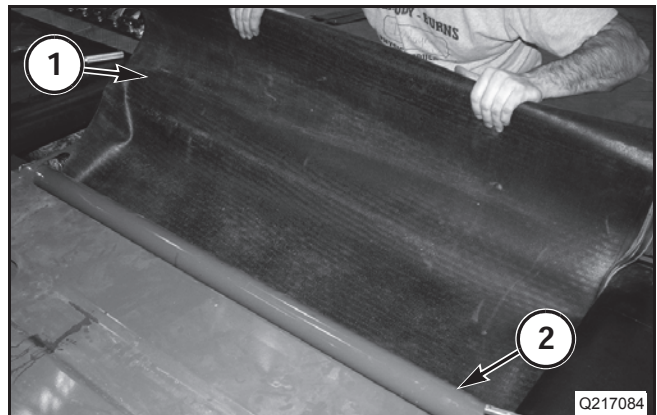

FIG. 26
FIG. 26: Mientras la persona que lo ayuda empieza a tirar el cable conectado hacia la lona (draper) central (1), empiece a insertar la lona (draper) bajo el rodillo delantero (2) de la estructura central.